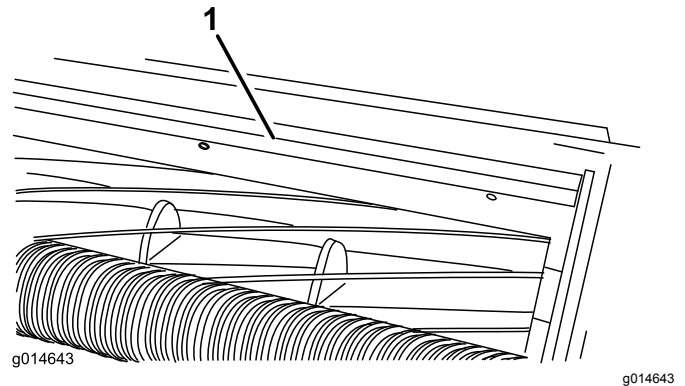

Bild 12
1. Lockern Sie die Schrauben, mit denen die obere Leiste an der Schneideinheit befestigt ist (Bild 12).